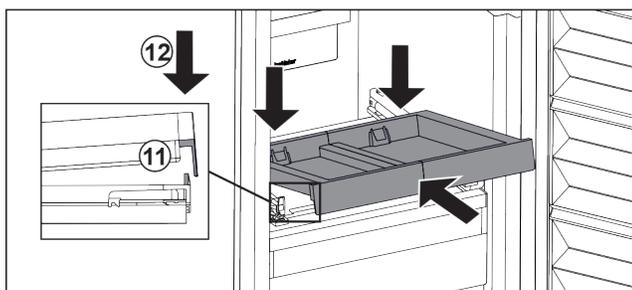

Fig. 103
- L'insérer en l'inclinant. Veiller à ce que, des deux côtés, la butée soit derrière la languette. Fig. 103 (11)
- Déposer le compartiment coulissant par l'avant. Fig. 103 (12)